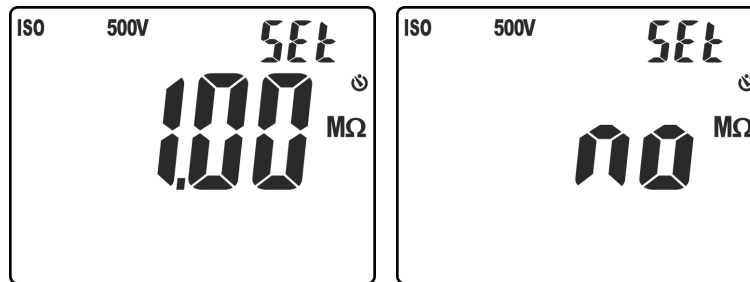

Fig. 16: Configuración umbral límite en la medida de aislamiento
5. Pulse las teclas  $\nabla/\text{☉}$  o  $\blacktriangle/\text{ZERO}$  para seleccionar el valor entre las opciones: **0.10M $\Omega$** , **0.230M $\Omega$** , **0.50M $\Omega$** , **1.00M $\Omega$** , **100M $\Omega$** , **no**. La opción “no” indica la no configuración del umbral (vea la Fig. 16)
4. Pulse y mantenga pulsada la tecla **VTEST/LIM** (>2s) para configurar el umbral límite mínimo sobre la medida. El símbolo "Set" parpadea en pantalla. Pulse las teclas **▼/☼** o **▲/ZERO** para seleccionar el valor entre las opciones: **0.10MΩ, 0.230MΩ, 0.50MΩ, 1.00MΩ, 100MΩ, no**. La opción "no" indica la no configuración del umbral (ver la Fig. 16)
4. Pulse y mantenga pulsada la tecla **VTEST/LIM** (>2s) para configurar el umbral límite mínimo sobre la medida. El símbolo "Set" parpadea en pantalla. Pulse las teclas  $\nabla/\text{Set}$  o  $\blacktriangle/\text{ZERO}$  para seleccionar el valor entre las opciones: **0.10M $\Omega$** , **0.230M $\Omega$** , **0.50M $\Omega$** , **1.00M $\Omega$** , **100M $\Omega$** , **no**. La opción "no" indica la no configuración del umbral (ver la Fig. 16)